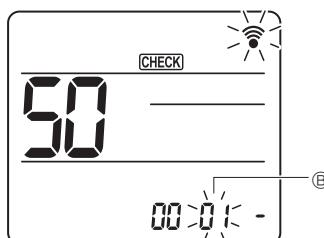

Fig. 6-18
③ Selezionare un modo
Premere il pulsante **①** per impostare il Numero di modo **②**. (Fig. 6-18)